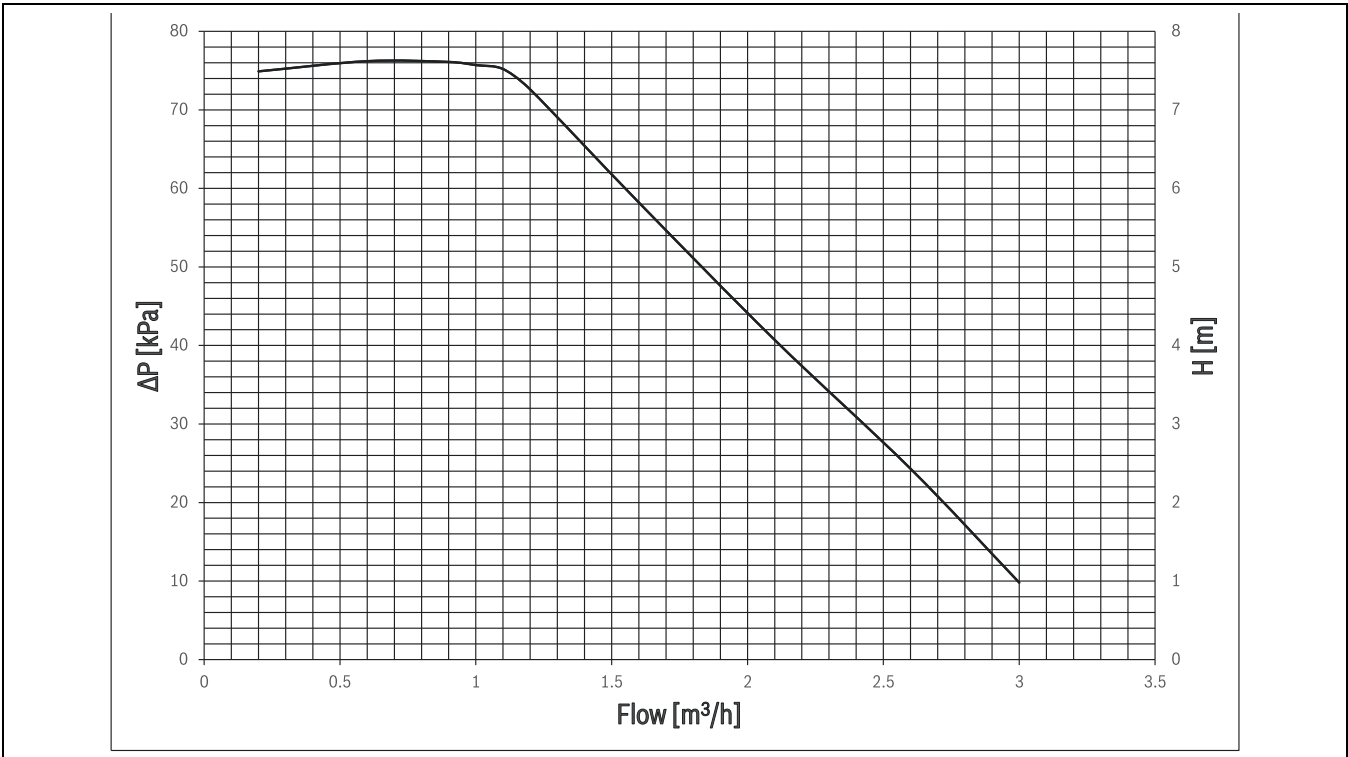

Bild 42 Restförderhöhe Primärpumpe
5) Je nach angeschlossener Wärmepumpe siehe Installationsanleitung der Wärmepumpe, Abb. 42
Restförderhöhe Primärpumpe ist in Abb. 42 dargestellt. 1. Dies gilt für den Heizbetrieb mit dem gleichen Volumenstrom im Heizkreis.